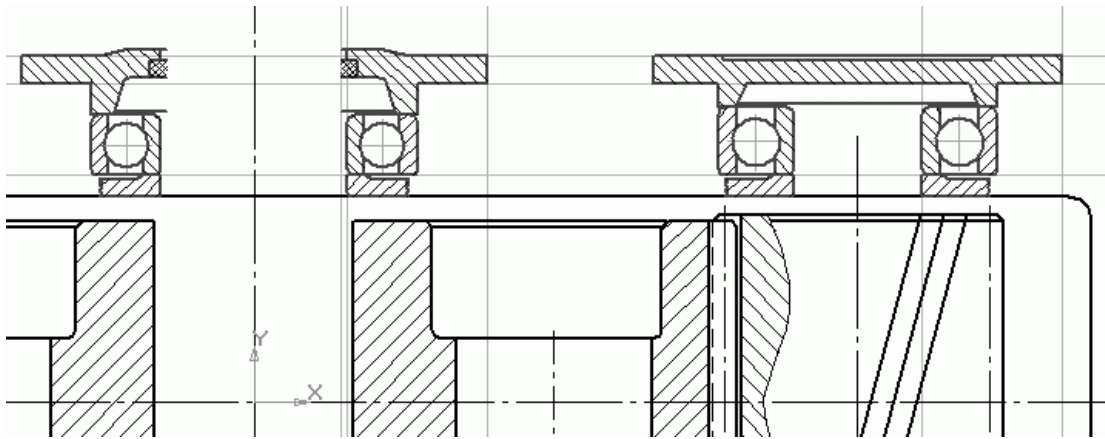

Рис. 2.92. Подшипниковые узлы ведомого и ведущего валов
5. На быстроходном валу с этой же стороны редуктора будет установлена глухая крышка. Полагаю, создание ее изображения не вызовет особого труда. Как уже говорилось выше, размеры для крышек подшипников ведущего вала: внешний диаметр крышки – 175 мм (то есть сместить вспомогательную линию относительно оси нужно на 87, 5 мм), толщина фланцев – 12 мм. После всего сделанного чертеж должен принять следующий вид (рис. 2.92).